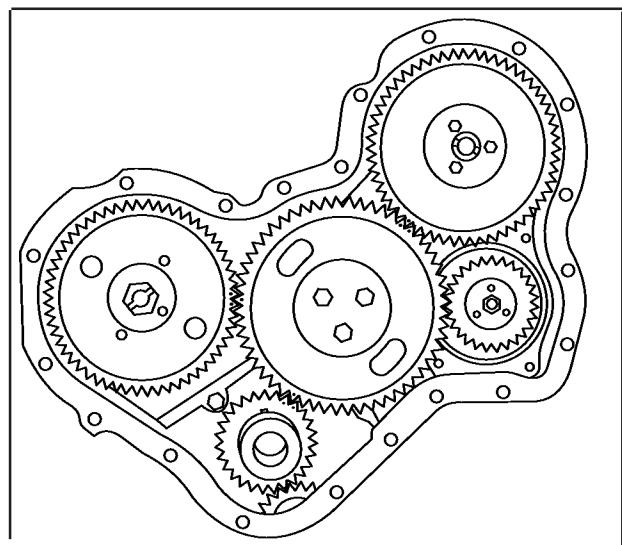

FIG 22
19. Verifique se todas as marcas de sincronismo estão corretas, **Fig. 22.**